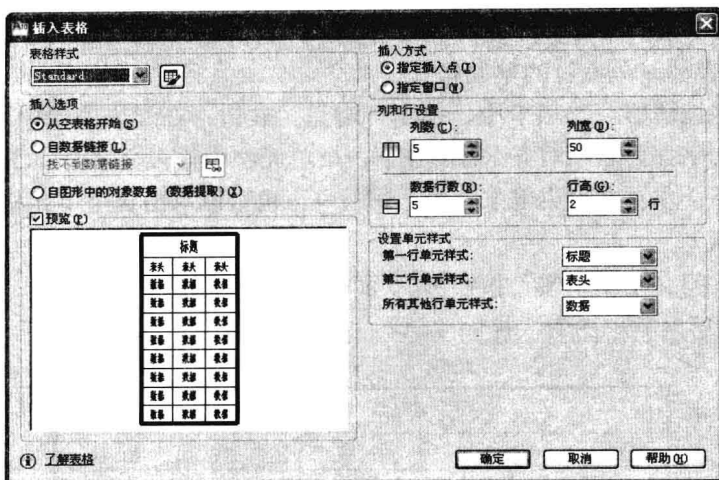

图 5-3-5
(1) 选择菜单命令“绘图/表格”，或者单击“常规”选项卡，并在“注释”面板中单击“表格”按钮。在“注释”选项卡的“表格”面板中也有“表格”按钮。
(2) 打开“插入表格”对话框，列表中显示的是当前使用的表格样式名称，也可以从下拉列表中选择设置的任意一种表格样式，或单击右侧“表格样式”按钮，打开“表格样式”对话框，创建一个新的表格样式。预览窗口中显示的是当前选择的产品目录表格样式的效果。
(3) 选择插入方式为“指定插入点”，即在视图中单击一点作为表格左上角的位置。如果选择“指定窗口”，可以在视图中单击并移动鼠标，拖动出表格大小和位置。
(4) 设置列数为“5”，列宽为“50”。设置数据行数为“5”，行高为“2”行，如图 5-3-5 所示。